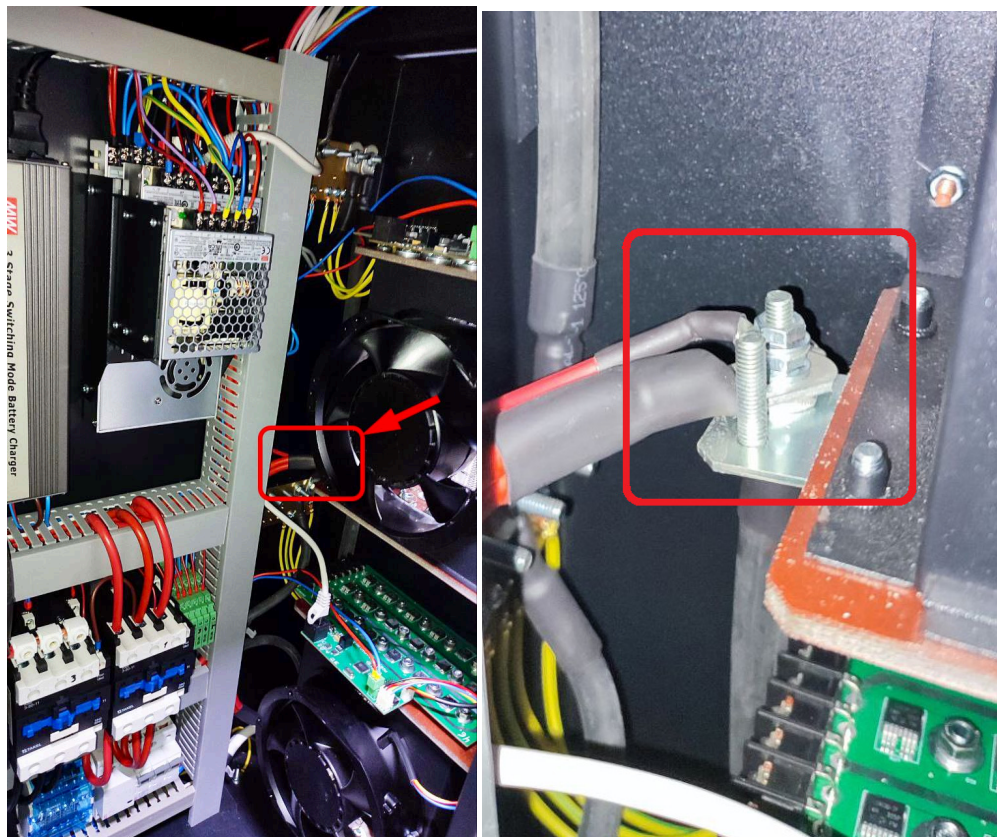

Рисунок 9
3. Подключите красный силовой выхода блока питания (поз. 3 рис. 6) к блоку нагрузки см. рис. 9.